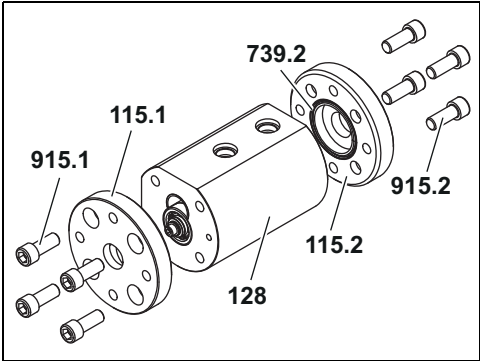

Fig. 1
1. Retire los tornillos de cabeza cilíndrica **915.1** y **915.2**, retire las bridas **115.1** y **115.2**, véase Fig. 1, página 29.